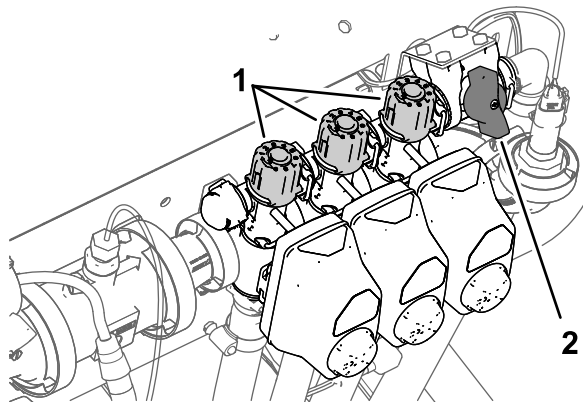

图 32
2. 关闭左喷洒臂段开关并调节喷洒臂段旁通旋钮图 32 直至显示的喷洒率达到表中所示的先前水平。
4. 调节右喷洒臂段旁通旋钮图 32 直至显示的喷洒率达到表中所示的先前水平。
6. 调节中喷洒臂段旁通旋钮图 32 直至显示的喷洒率达到表中所示的先前水平。